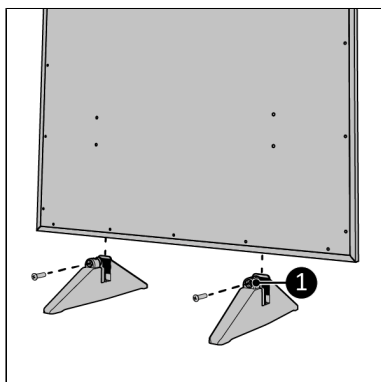

Figure 79.
2. Vissez et serrez les socles (Figure 79, pos. 1).